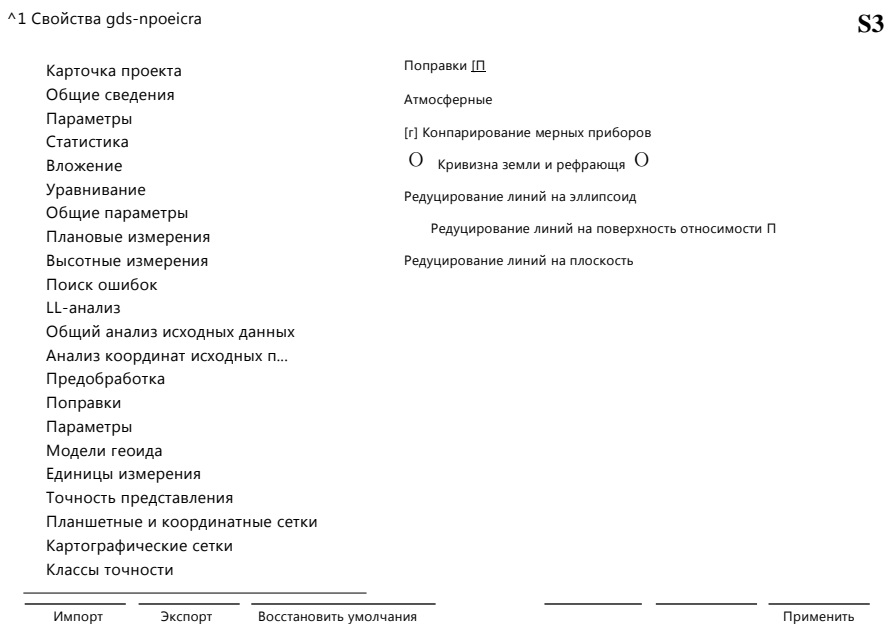

Рис. 2.5
3.5. В пункте Предобработка включите в расчет поправки за редуцирование на поверхность относимости (рис. 2.5).